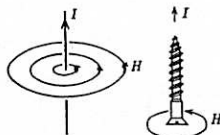
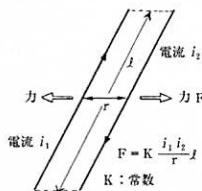

図1 アンペアの右ネジの法則
図2 アンペアの法則
(Andre M. Ampere 1775-1836) は、一週間後に「電流によって発生する磁気は、電流の方向に対して直角面に右回りの方向にできる」という「アンペアの右ネジの法則」を発見しました。ネジの溝は進む方向に対して右回りに切られています。これは、図1に示すように「電流 (I) の方向をネジの進む方向とすると、磁界 (H) は、電流の周りに、右回りにできる」ということです。また、アンペールは、図2に示すように「二つの平行した導体に、同じ向きに電流を流すとお互いに引張り合い、反対方向に電流を流すと排斥し合う。その力の強さは、各々の導体を流れる電流の大きさの積と導体の長さに比例し、導体の距離に反比例する (アンペアの法則)」も1822年に発見しました。このような功績によって、ア